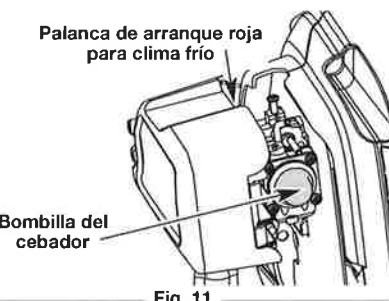

Fig. 11
SI HAY FRÍO... En tiempo de frío (por debajo de 40°F), mueva hacia abajo la palanca de arranque roja para clima frío (Fig. 11) a fin de ponerla en la posición cerrada, y continúe con el paso 3. **NO** mueva esta palanca si la temperatura está por encima de 40°F.
3. Oprima completamente y libere la pera del cebador 10 veces, lentamente. Deberá verse alguna cantidad de combustible en la pera del cebador (Fig. 11). Si no puede ver combustible en la pera, oprima y suelte la pera tantas veces como sea necesario hasta que vea combustible en la misma.
5. Apriete y mantenga apretado el **ENCENDIDO (I)** botón del arrancador de potencia eléctrico o el taladro equipado accesorio arrancador de potencia para taladro en intervalos de no más de 2 segundos cada hasta que la unidad arranque.